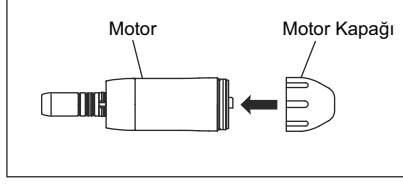
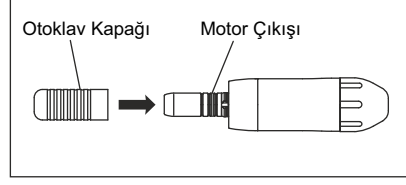

Fig. 3
Fig. 4
- ① Motoru motor kablosunda sökünüz (2. Bölüm Motor kablosu sökülmesi/takılması bölümüne bakınız.
- ② Motor yüzeyini fırça v.s. (metal fırça kullanmayınız) kullanarak temizleyin, dezenfekte edici alkol ile nemlendirilmiş bez veya pamuk ile siliniz.
- ③ Motor kapağını motora vidalayınız. (Fig. 3) Otoklav kapağını mikromotor girişine takınız. (Fig. 4)
- ④ Otoklav poşetine yerleştiriniz ve poşet ağzını kapatınız.
- ⑤ Otoklav yaparken 135°C derece üzerine çıkmayın.